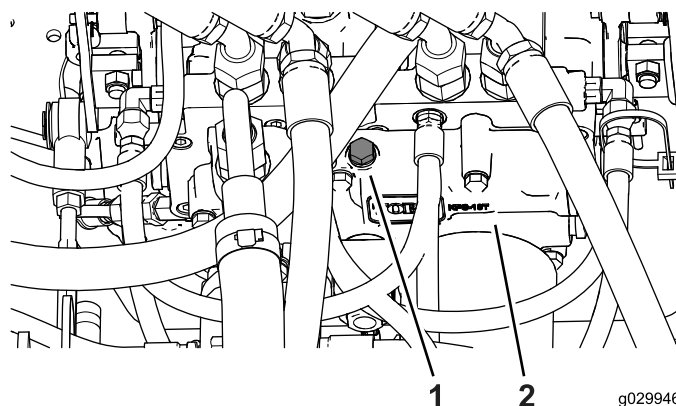

Figure 11
1. Localisez et enlevez le bouchon vissé sur la transmission hydraulique Figure 11.